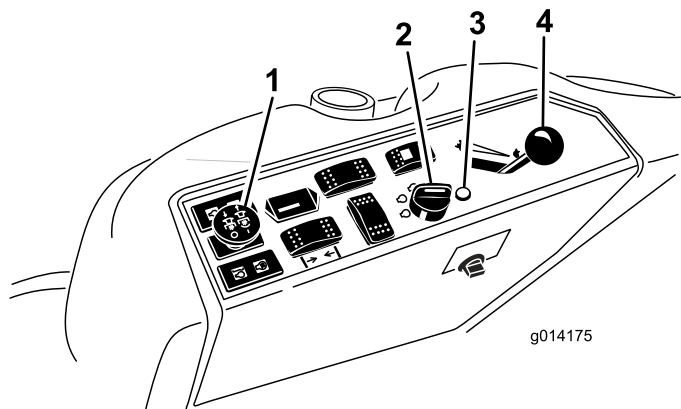

Figura 11
4. Desloque o interruptor PTO (tomada de força) para a posição off (Figura 11).
5. Desloque a alavanca do acelerador para metade entre as posições Fast e Slow (Figura 11).